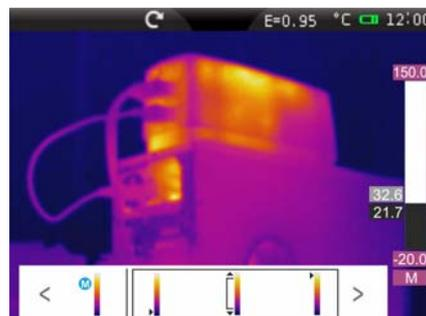

Fig. 58: Regolazione simultanea livelli basso e alto di temperatura
6. Toccare l'icona "↕" per l'impostazione simultanea del livello basso e alto di temperatura. Toccare i simboli "<" o ">" per la regolazione dei valori di temperatura associati alla tavolozza colori fino al raggiungimento dell'effetto desiderato (vedere Fig. 58)